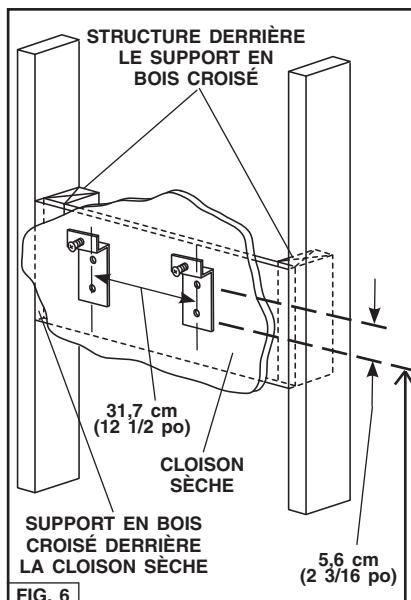

FIG. 6
- Construisez une **structure** murale en bois à **niveau** avec la surface intérieure des poteaux de cloison. Fig. 6.